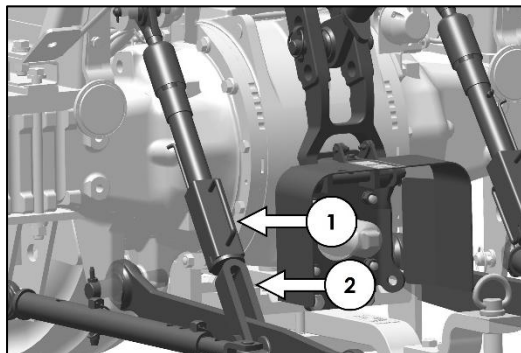

Fig. 200 : TIGES DE LEVAGE
- Tourner la boucle de tension (élément 1 sur la figure 200) pour ajuster les tiges de levage (élément 2 sur la figure 200).